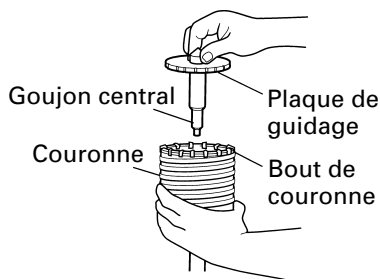

Fig. 17
- (4) Engager la plaque de guidage dans la couronne et tourner la plaque de guidage à gauche ou à droite de manière à ce qu'elle ne puisse pas tomber, même si elle est orientée vers le bas. (Fig. 17)